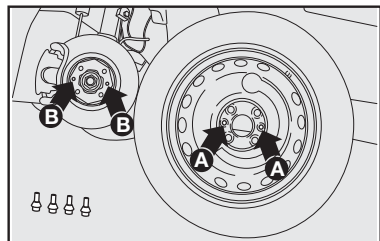

fig. 7
- Montar a roda sobressalente, encaixando os furos **A-fig. 7** com os respectivos pinos **B-fig. 7**.